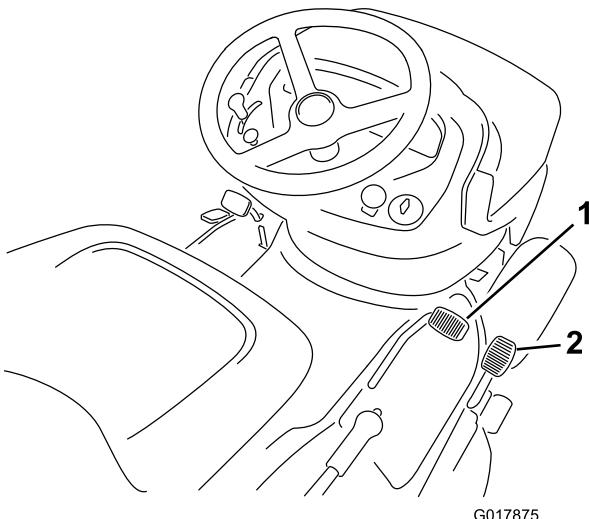

Bild 13
2. Gehen Sie mit dem Fuß auf das Fahrpedal und drücken Sie das Pedal langsam nach vorne (Bild 13).
2. Stellen Sie den Fuß auf das Gaspedal zum Rückwärtssfahren und treten Sie das Pedal langsam durch um rückwärts zu fahren (Bild 13).